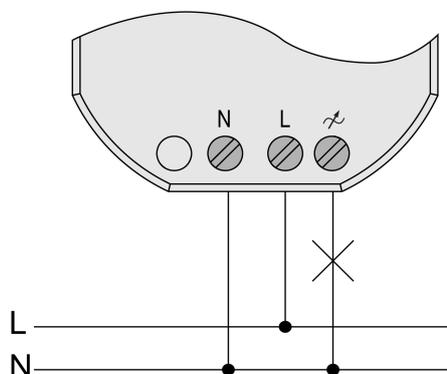

Figura 7: Collegamento del carico
- Collegare il carico secondo lo schema esemplificativo (Vedi figura 7).